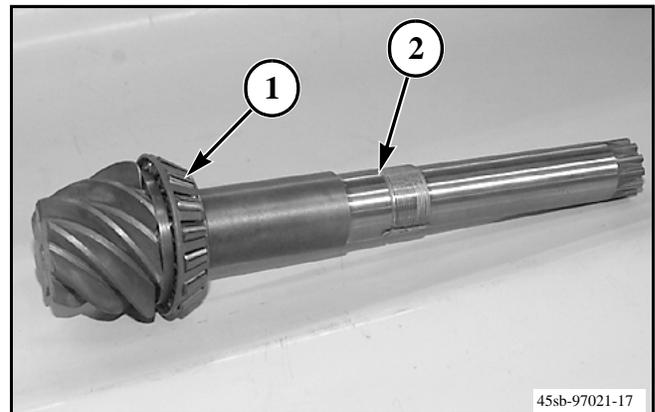

FIG. 80
FIG. 80: Si se reemplaza el rodamiento cónico interior (1), utilice una prensa o un extractor para quitar el rodamiento cónico del eje del piñón (2). Tenga cuidado de no dañar el eje del piñón.